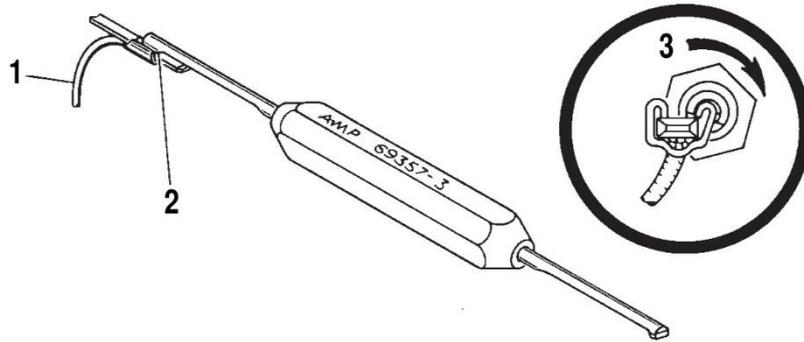

Abbildung 36: Clip-Abzieh-Richtlinie
2. Anschließend im Uhrzeigersinn von der offenen Partie des Clips abwälzen, bis der Clip abgenommen werden kann siehe Abbildung 36: Clip-Abzieh-Richtlinie.